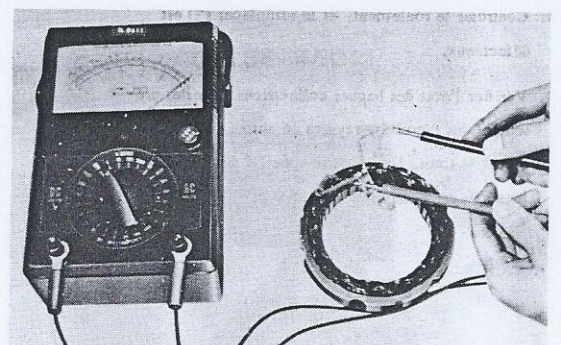

Fig. 6-51 Contrôle de la présence de coupure de circuit dans le bobinage de stator.
4. Contrôler la conductance entre les quatre fils de bobinage de stator. Si l'aiguille de l'appareil ne bouge pas, le bobinage de stator est ouvert et doit être remplacé. La résistance doit être de zéro. (Voir Fig. 6-51).